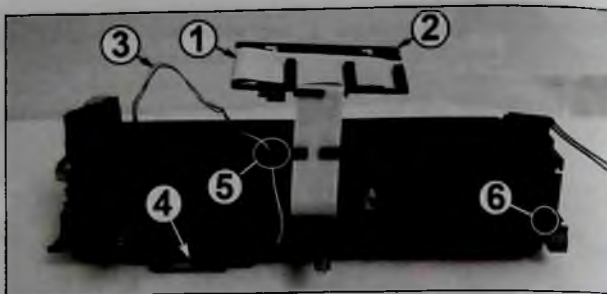

Рис. 32
1. Располагают блок ксерографии фотобарабаном от себя, шестерни расположены с левой стороны. Запоминают расположение шлейфа (1 на рис. 32) подключения линейки светодиодов блока ксерографии в пазах прокладки на пластмассовом кронштейне (2) и жгута (3) датчика (4) концентрации тонера в пазах прокладки (5) на узле фотобарабана.
левой стороны. Поворачивают пластмассовый фиксатор (6 на рис. 32) против часовой стрелки на 90 градусов, перемещают к себе и снимают его с блока в сборе с пружиной.